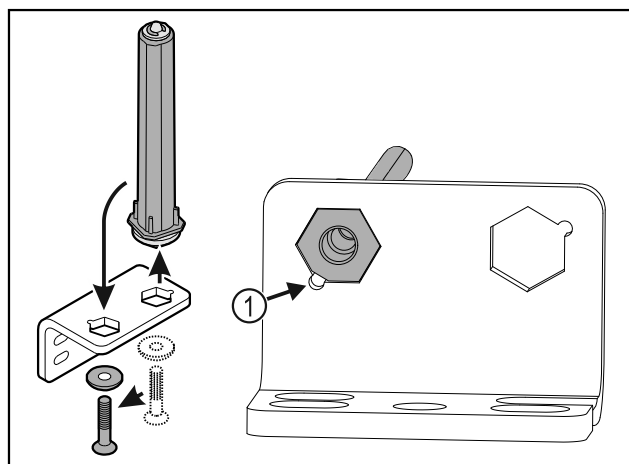

Fig. 35
- ▶ Pass på at den skrå kanten på bolten Fig. 35 (1) peker mot det runde hullet under innsetningen.